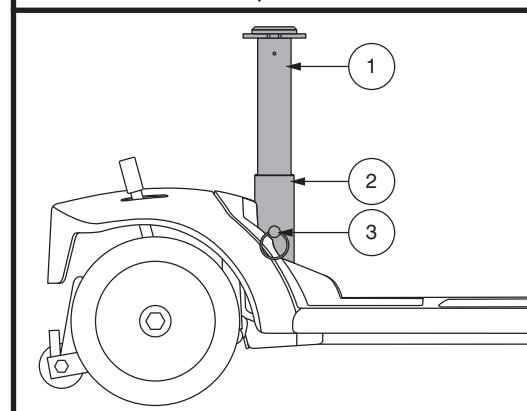

Figure 24. Réglage de la hauteur du siège
La hauteur du siège peut être réglée à volonté. Voir la figure 24.
2. Retirez le mât du siège du Travel Scooter en retirant la goupille de détente de la partie inférieure du mât du siège, puis soulevez le mât vers le haut et enlevez-le du Travel scooter. **Voir la figure 24.**